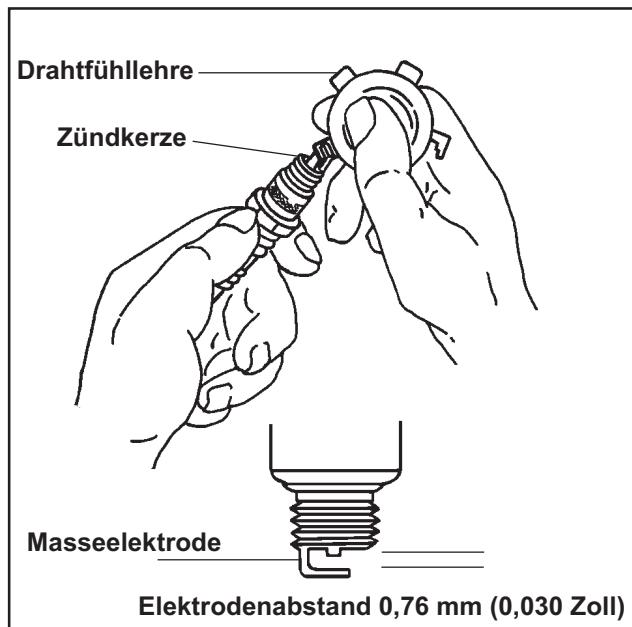

Abbildung 8-1. Wartung der Zündkerzen.
3. Den Elektrodenabstand mit einer Drahtfühillehre kontrollieren. Den Elektrodenabstand auf **0,76 mm (0,030 Zoll)** einstellen, indem die Masseelektrode vorsichtig gebogen wird. Siehe Abbildung 8-1.